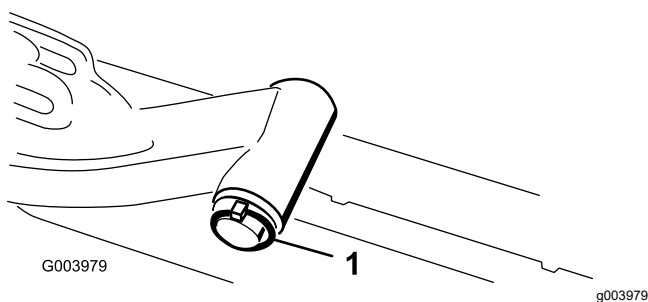

Рисунок 11
A. Снимите шплинт с кольцом и шайбу, которые крепят шарнир подъемного рычага к подъемному рычагу и снимите шарнир с подъемного рычага (Рисунок 11).
C. Вставьте вал подъемного рычага в подъемный рычаг и зафиксируйте шайбой и шплинтом с кольцом (Рисунок 11).